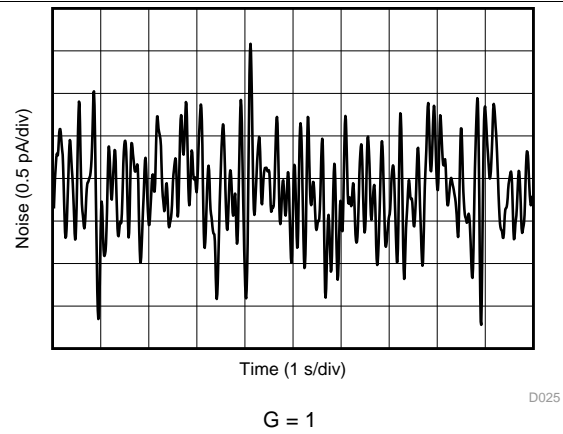

图 26. 0.1-Hz to 10-Hz RTI Current Noise
0.1-Hz to 10-Hz RTI Current Noise	<a href="#">图 26</a>